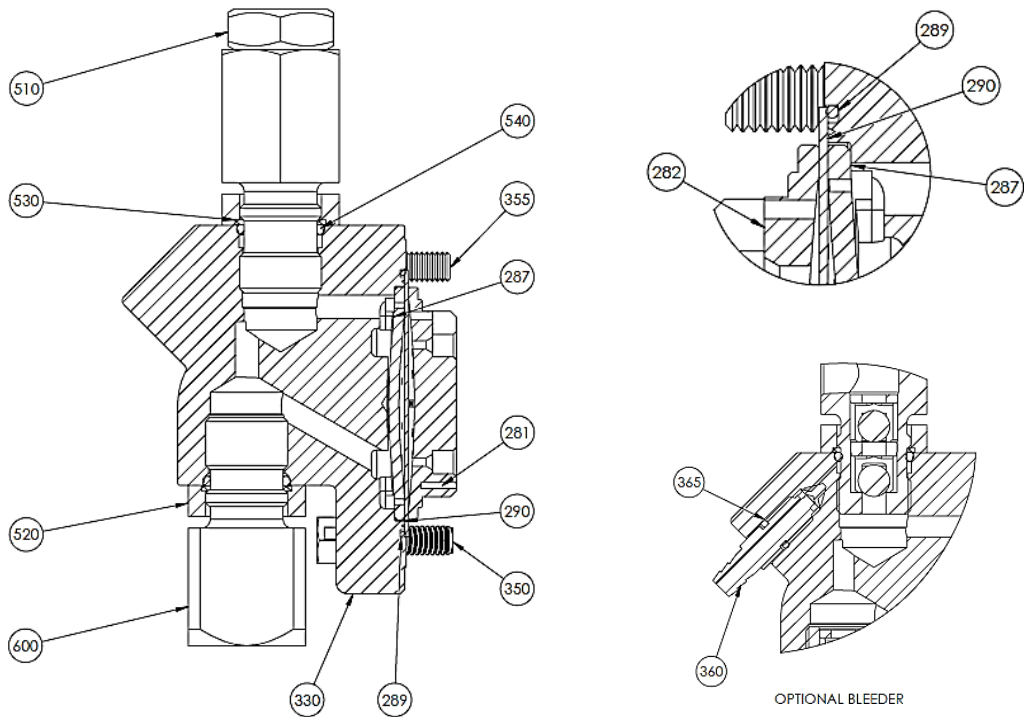

**FIGURE 16. MROY A HIGH VISCOSITY & PLASTIC LIQUID ENDS
6.4 mRoy A PARTS COMMON TO METALLIC LIQUID ENDS (FIG. 16 & 17)